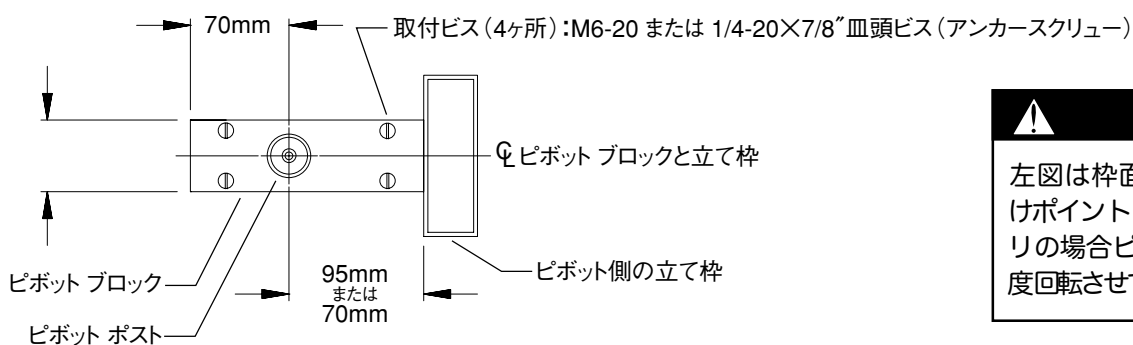

図6-1：ピボット ブロックの見下げ図
- 6.1 図6-2に示すようにピボットブロック (図6-1) を立て枠から70ミリまたは95ミリの所に位置して下さい。